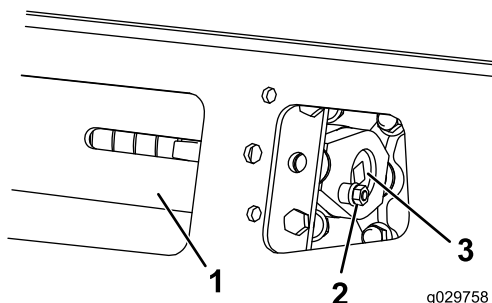

Figure 53
3. Enlevez le boulon et l'écrou de blocage (Figure 53).
5. Alignez l'encoche la plus proche dans la vis de tension et le trou du boulon de blocage, et fixez la vis avec le boulon et l'écrou de blocage (Figure 53).
3. À l'aide d'une douille d'entraînement de 13 mm, tournez la vis de tension dans le sens horaire pour détendre la transmission (Figure 53 et Figure 54).